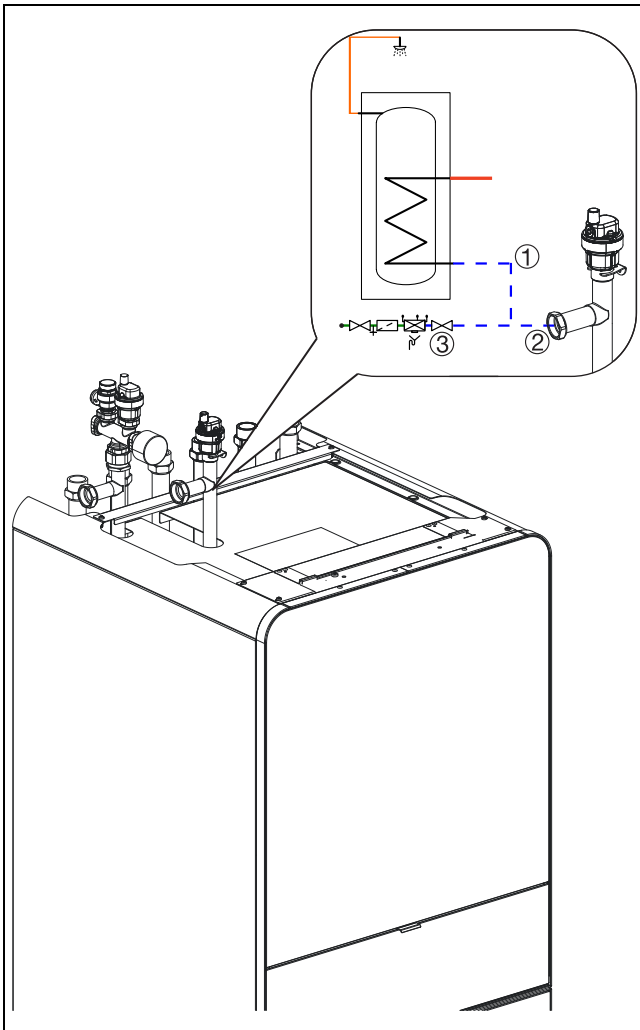

Bild 9 Die Befüllung der Heizungsanlage und der Heizkörper muss über die Rücklaufleitung zur Wärmepumpe erfolgen.
- ▶ Die WW-Rohrleitungen zwischen der Inneneinheit und dem seitlich platzierten Warmwasserspeicher installieren. VW2 Füllhahn am Rücklaufrohr der WW-Rohrwendel (kalt) installieren, siehe Abb. 9.